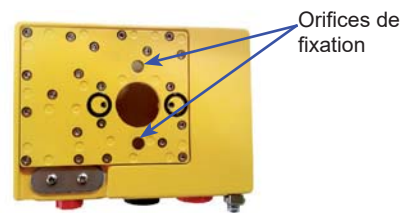

fig I-3
- Placer les 2 joints toriques dans leur logement avec un peu de graisse (cf fig I-3)